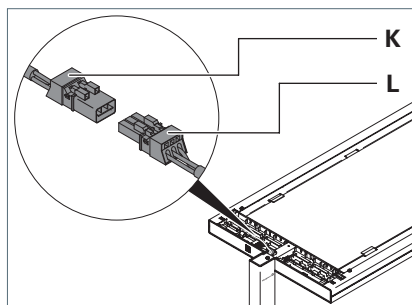

Fig. 5: Collegare la testa dell'apparecchio, parte 2.
- Collegare la presa **L** con il connettore **K** nella testa dell'apparecchio, vedi Fig. 5.